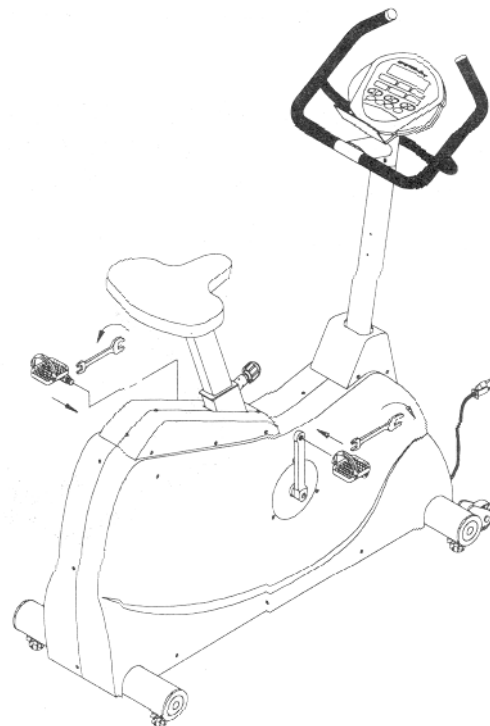

Fig.5
7. Maak de trappers vast aan de krenkarmen van de fiets. Let erop dat u de pedalen op de juiste krenk monteert. Gebruik een steeksleutel om de pedalen vast te maken (zie fig.5) Een “R” of “L” op de pedalen geeft aan, aan welke kant de pedalen moeten worden gemonteerd. Monteer het pedaal waar een “R” op staat aan de rechterkant en monteer het pedaal waar een “L” op staat aan de linkerkant. Draai de pedalen vast door tegen de klok in te draaien.